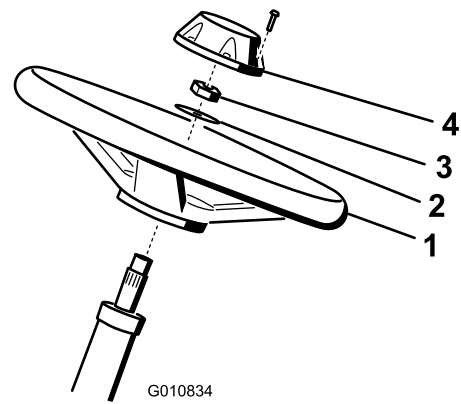

Bild 8
10. Montieren Sie das Lenkrad mit der Scheibe und der Sicherungsmutter an der Lenkwelle (Bild 8).